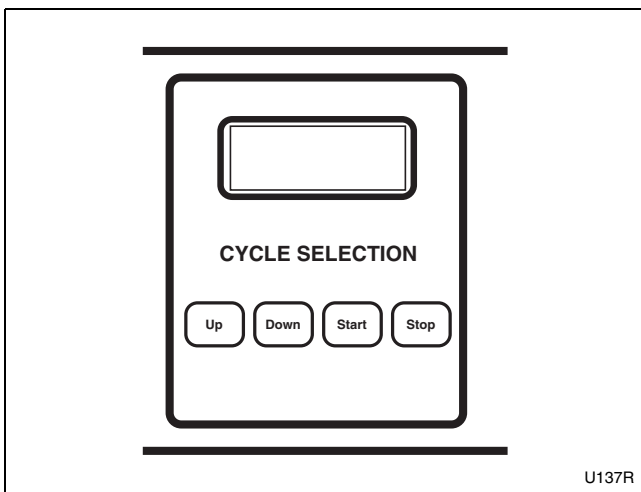

Figura 8
6. Presione la tecla de desplazamiento Up (Hacia arriba) o de desplazamiento Down (Hacia abajo) para seleccionar el ciclo de lavado. Oprima el botón de Start (Arranque). Consulte la *Figura 8*.
8. **En modelos sin tragamonedas:** Presione la tecla de Start (Arranque). Consulte la *Figura 8*.